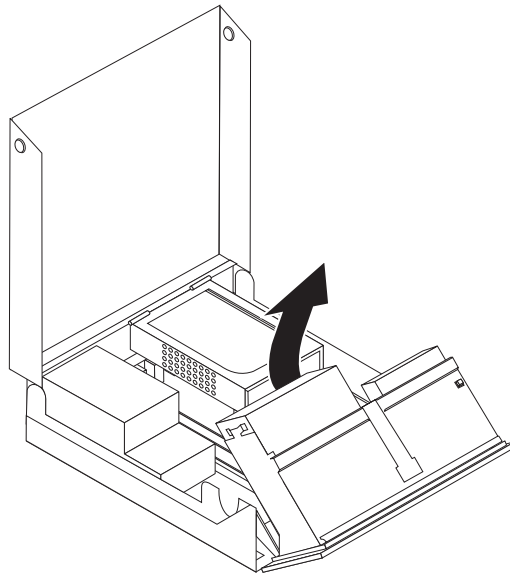

Figura 28. Acceso a la unidad de disquetes
2. Gire el conjunto de bahías de unidades hacia arriba para poder acceder a la unidad de disquetes. Consulte la Figura 28 en la página 34.